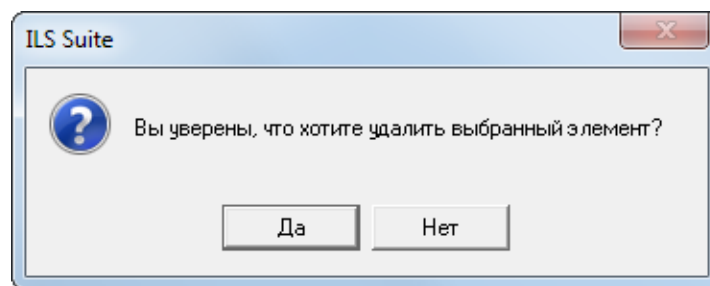

Рис. 13-17 – Диалоговое окно при удалении экземпляра изделия
4) В открывшемся диалоговом окне нажать «Да» для подтверждения действия (рис. 13-17).